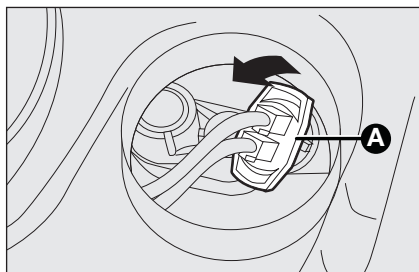

fig. 18
- rode o suporte da lâmpada no sentido anti-horário **A-fig. 18** e retire-o;